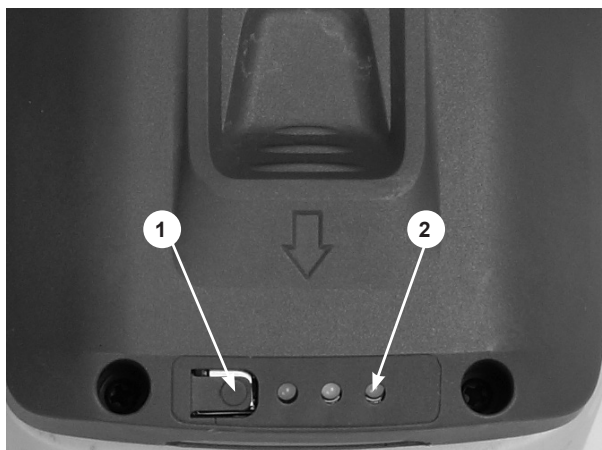

Рис.6
Для проверки уровня заряда аккумуляторной батареи необходимо нажать кнопку (1) Рис.6